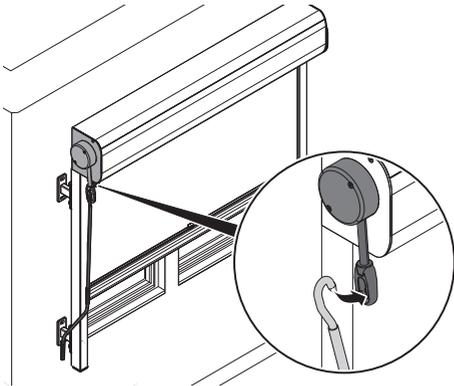

Fig. 13: Accrocher la manivelle
En alternative au moteur électrique, la toile du store vertical (sauf pour le type VM720/3) peut être entraînée en continu manuellement par l'engrenage à l'aide de la manivelle (Fig. 13).
1. Accrocher la manivelle dans l'œillet (Fig. 13).